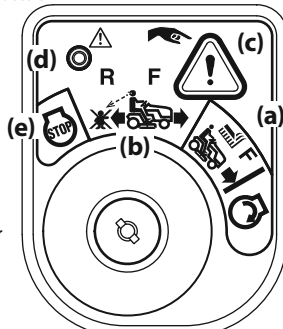

Figura 19
3. Presione y sostenga el BOTÓN MODO PRECAUCIÓN MARCHA ATRÁS (c) que está en la esquina superior derecha del módulo de encendido durante 3 segundos. La luz indicadora roja (d) que está en la esquina superior izquierda del módulo de encendido se mantendrá ENCENDIDA mientras esté el modo esté activado. Consulte la Figura 19.
4. Una vez activado (luz indicadora ENCENDIDA), se puede operar el tractor en marcha atrás con la PTO (Acople de cuchillas) en la posición acoplada (ON).